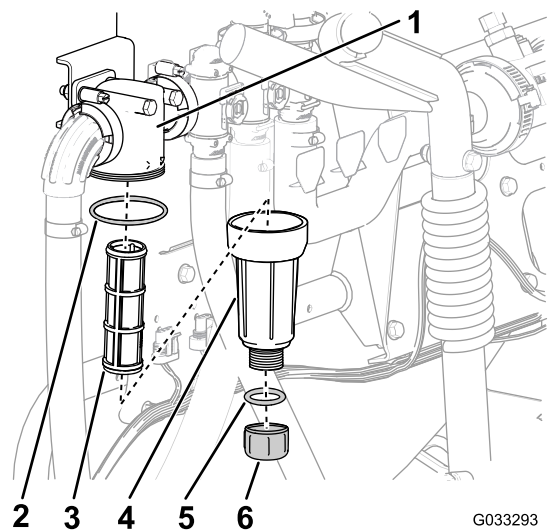

Figure 61
- Placez un bac de vidange sous le filtre de pression (Figure 61).
3. Tournez le bouchon de vidange dans le sens antihoraire et déposez-le de la cuvette du filtre de pression (Figure 61).
4. Tournez la cuvette dans le sens antihoraire et déposez la tête du filtre (Figure 61).
5. Retirez l'ancien élément du filtre de pression (Figure 61).
6. Contrôlez l'état et l'usure du joint torique du bouchon de vidange (à l'intérieur de la cuvette) et du joint torique de la cuvette (à l'intérieur de la tête du filtre) (Figure 61).
7. Placez le nouvel élément filtrant dans la tête du filtre de pression (Figure 61).
8. Vissez la cuvette sur la tête du filtre et serrez-la à la main (Figure 61).
9. Vissez le bouchon sur la cuvette à la main (Figure 61).